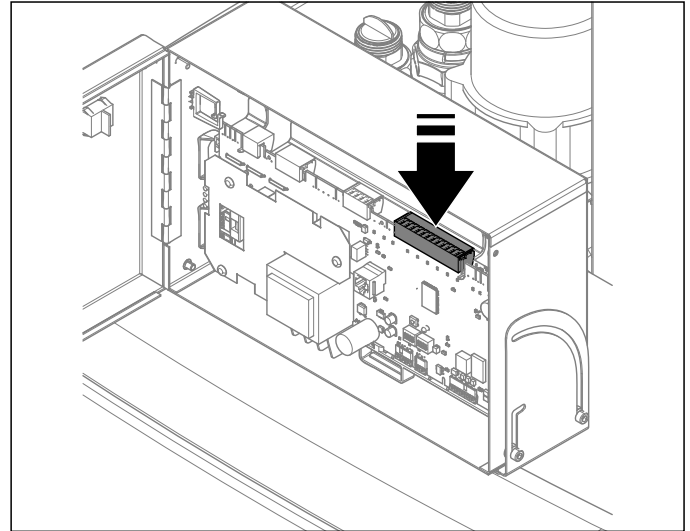

Bild 4-38 Sensorstecker J8 auf Schaltfeldplatine aufstecken
- Stecker auf die Schaltfeldplatine aufstecken (Bild 4-38).